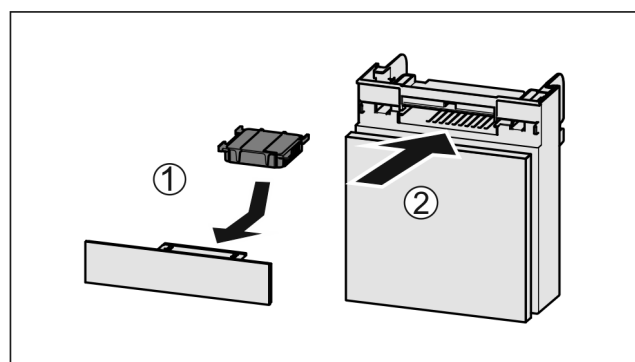

Fig. 39
- Filtr s aktivním uhlím vložte podle vyobrazení Fig. 39 (1).
- Zásuvku zasuněte Fig. 39 (2).